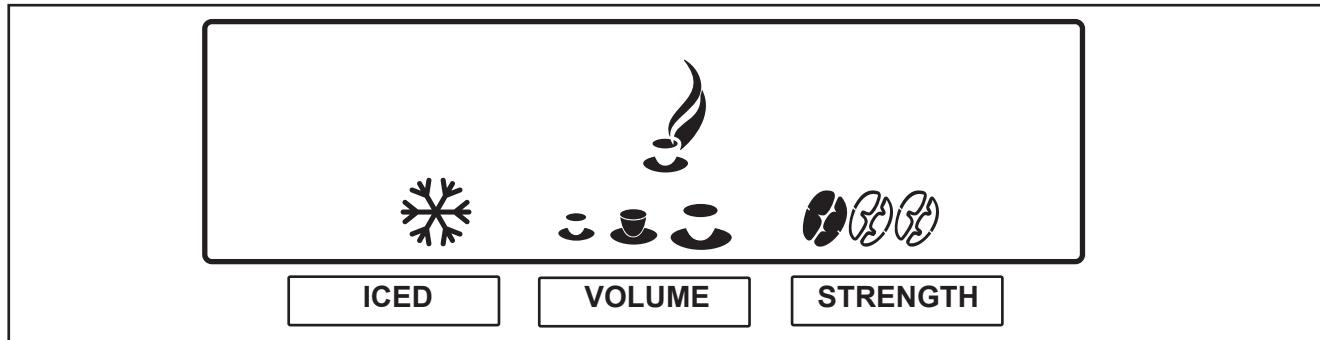

Рис. 15
В автомате предусмотрены возможности предварительного выбора. Они могут быть активированы техником сервисной службы при установке автомата. При нажатии кнопок предварительного выбора на дисплее отображаются следующие символы (Рис. 15):
2. Нажать на кнопку „**ICED**“ („ХОЛОДНЫЙ“), чтобы активировать этот вариант предварительного выбора. На дисплее появляется символ “**ICED**” („холодный“). (Рис. 15)
2. Нажать на кнопку „**VOLUME**“ („ОБЪЕМ“), чтобы активировать этот вариант предварительного выбора. На дисплее отображаются три чашки (малая - средняя - большая). (Рис. 15)